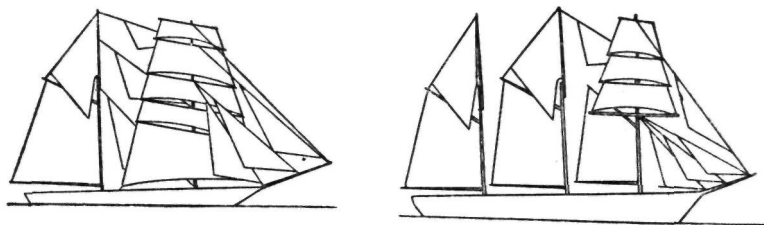

Рис. 4:
Марсельные шхуны (рис. 4б), в отличие от гафельных, имеют на фок-мачте, а иногда и на грот-мачте, марселя и брамселя.
1) бригантины (рис. 4, а) — двухмачтовые суда, у которых первая мачта имеет прямые паруса, а вторая — косые;